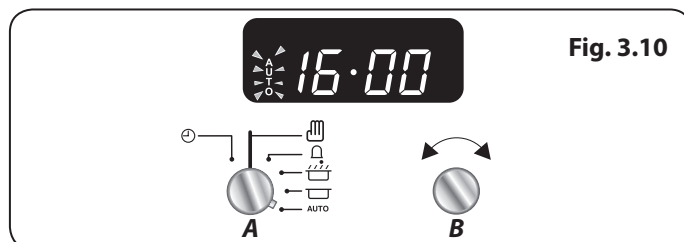

Fig. 3.10
11. Lorsque le programme démarre, le symbole de cuisson apparaît à l'écran. Une fois la durée écoulée, une alarme retentit et le four multifonction cesse de fonctionner. Le symbole de Cuisson disparaît et le mot **AUTO** clignote (Fig. 3.10).